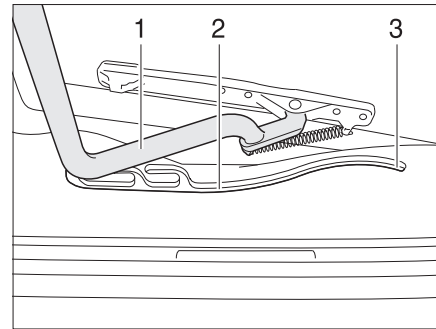

Bild 94 Heki-Dachhaube, Führung
- Den Bügel (Bild 94,1) in den Führungen (Bild 94,2) bis in die hinterste Position (Bild 94,3) ziehen.
- Den Bügel (Bild 94,1) mit beiden Händen leicht nach oben drücken.
- Den Bügel in den Führungen (Bild 94,2) bis zur gewünschten Stellung ziehen.